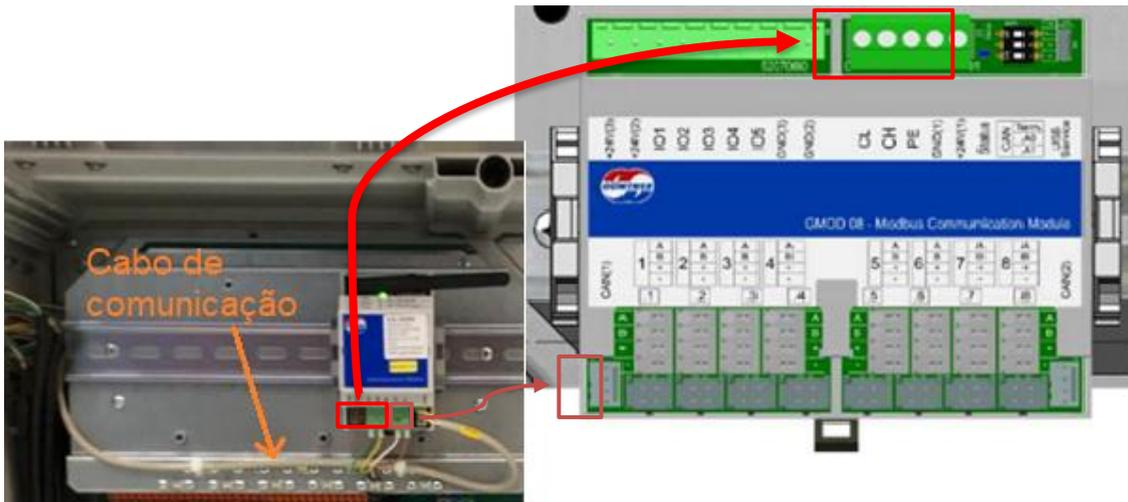

Figura 16: Conexiones necesarias para GMMnext externo.
- Introduzca la fuente de alimentación (+24V y el GND del terminal previamente cortado) en los terminales presentes en la parte superior derecha, como se muestra en la Figura 16;